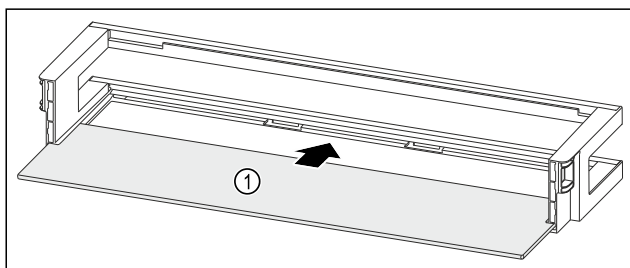

Fig. 98 Balconnet de contre-porte avec tablette de rangement
- Insérer la tablette de rangement Fig. 98 (1) dans les évidements latéraux.